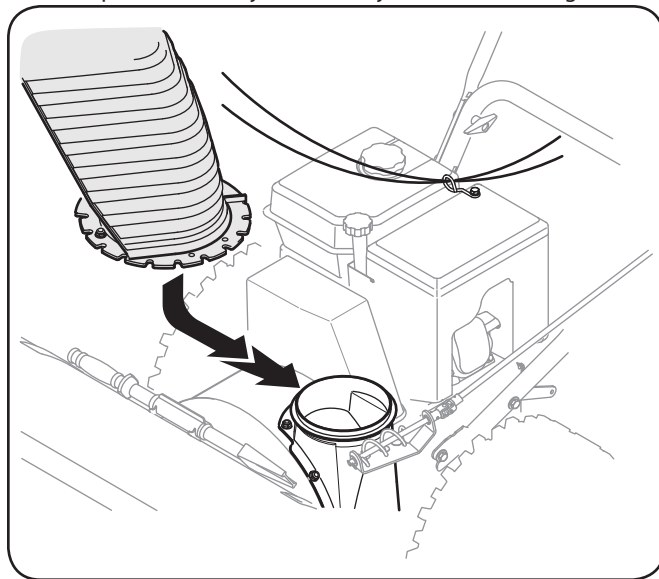

Figura 3-6
2. Coloque el conjunto del canal en la base del canal tal como se muestra en la Figura 3-6. Asegúrese de que las muescas del canal engranen con el extremo en espiral del control direccional del canal, y que los dos fijadores de brida se encuentren debajo de la brida sobre la base del canal.
4. Controle que todos los cables del canal estén adecuadamente colocados a través de la guía de cables acoplada al montaje de la manija inferior. Vea la Figura 3-6.